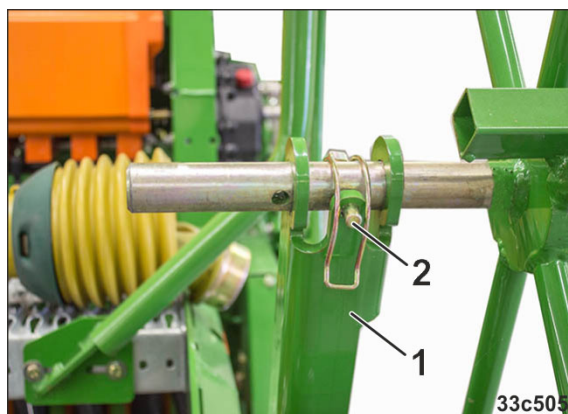

Fig. 149
- 3.2 Insérer la roue d'entraînement dans le support de transport (Fig. 149/1) et la bloquer avec la goupille d'arrêt (Fig. 149/2).